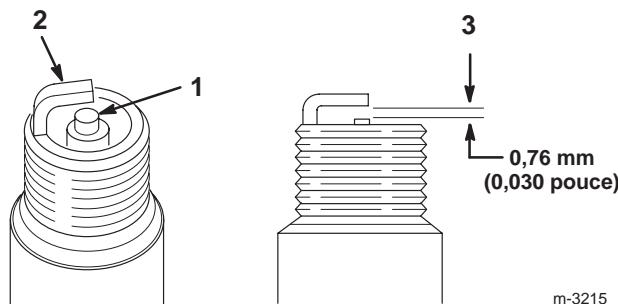

Figure 24
- Inspectez le centre des bougies (Fig. 24). Si le bec de l'isolateur est recouvert d'un léger dépôt gris ou brun, le moteur fonctionne correctement. S'il est couvert d'un dépôt noir, c'est généralement signe que le filtre à air est encrassé.
- Contrôlez l'écartement entre l'électrode centrale et l'électrode latérale (Fig. 24). Courbez l'électrode latérale (Fig. 24) si l'écartement est incorrect.